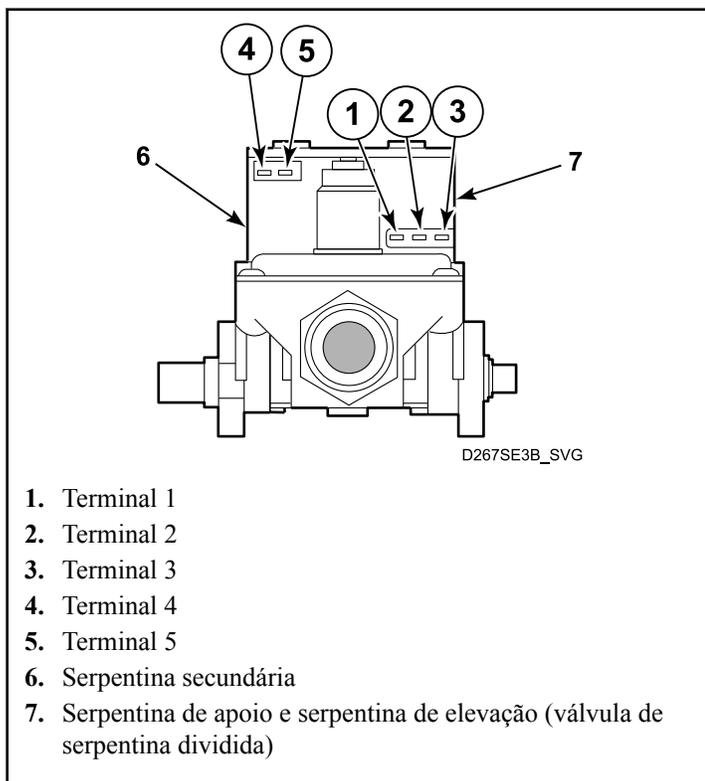
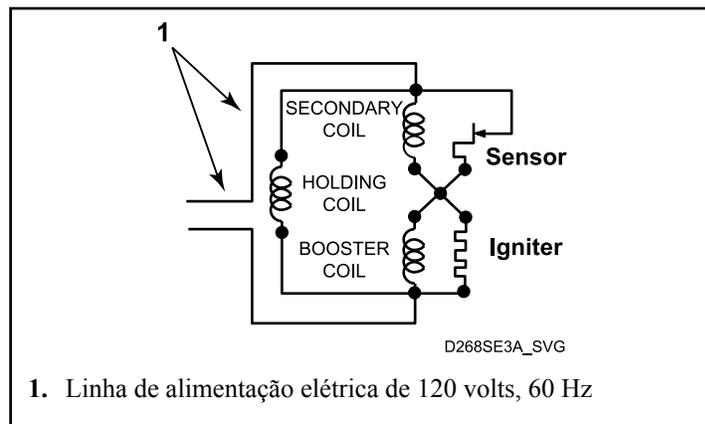

Figura 11
Figura 12
Modelos a gás — consulte a *Figura 11* e a *Figura 12*
6. Ajuste o medidor de teste para exibir a tensão CA e aplique sondas do medidor nos terminais no plugue do chicote da secadora que correspondam aos terminais 1 e 2 na serpentina. *Figura 11*. O medidor deve registrar a tensão da linha em todas as configurações de fábrica, exceto SEM AQUECIMENTO, que deve exibir "zero" VCA.